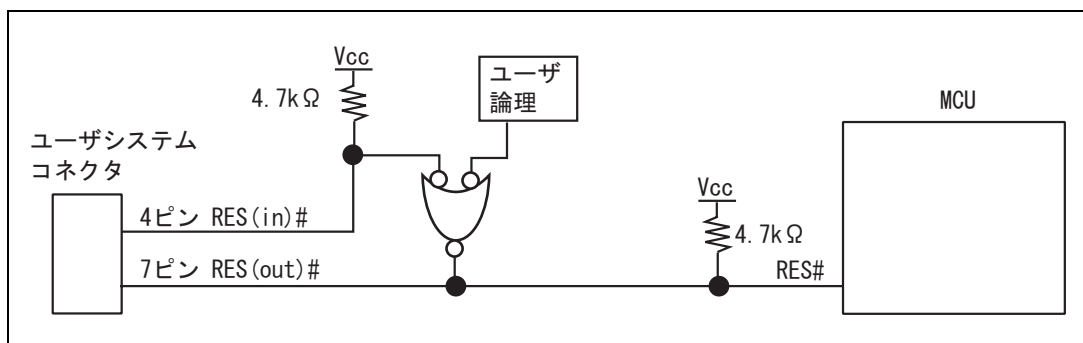

図 1.6 RES#端子の結線
3. ユーザシステムコネクタの 4 ピンの RES(in)# は E10A-USB エミュレータが MCU に対して出力する信号線です。ユーザ論理のリセット回路と 4 ピンの RES(in)# を図 1.6 のようにして、MCU の RES# 端子に結線してください。また、ユーザシステムコネクタの 7 ピンの RES(out)# は E10A-USB エミュレータが MCU の RES# 端子をモニタする信号線です。プルアップの上、ユーザシステムコネクタの 7 ピンに結線してください